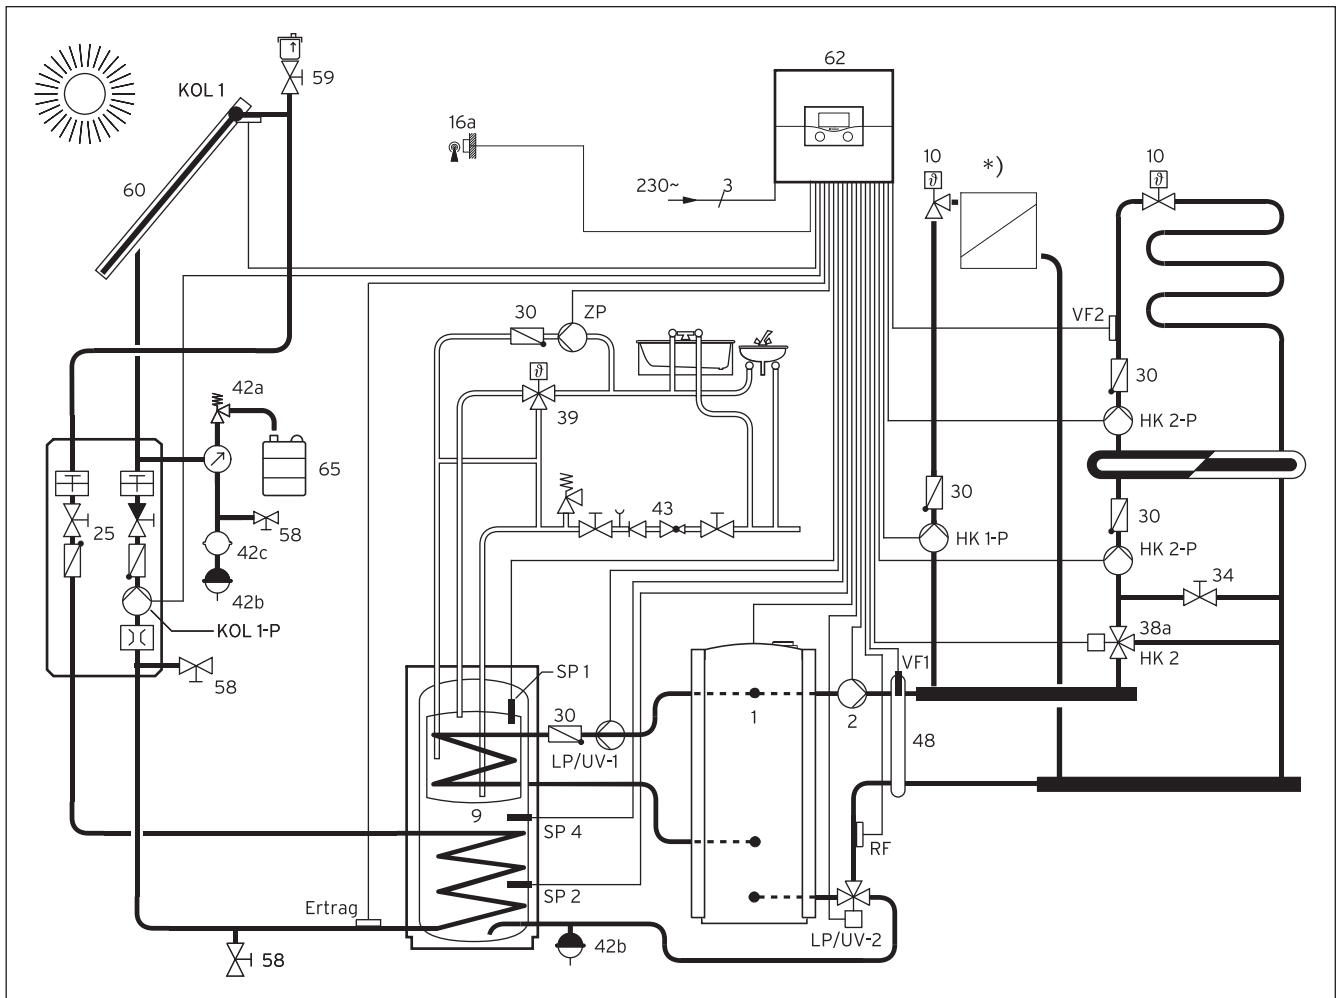

Fig. 3.2 Système de chauffage d'appoint et de production d'eau chaude avec ballon combiné en cas de raccordement réglé au chauffage et chaudière posée au sol
- Variante 2 : Système de chauffage d'appoint et de production d'eau chaude avec ballon combiné et chaudière posée au sol (→ **Chap. 3.2, Fig. 3.2**)
Si l'énergie solaire ne suffit pas, le système de réglage active l'appareil de chauffage mural (→ **Fig. 3.1**, 1) ou, pour les variantes 2 - 4, la chaudière (→ **Fig. 3.2 - 3.4**, 1). Ce faisant, le ballon d'eau chaude intégré dans le ballon combiné (9) chauffe à la valeur prédéfinie pour la température de l'eau chaude.
Le schéma de l'installation représenté sur la Fig. 3.2 ne montre pas les organes d'arrêt et de sécurité nécessaires au montage correct.